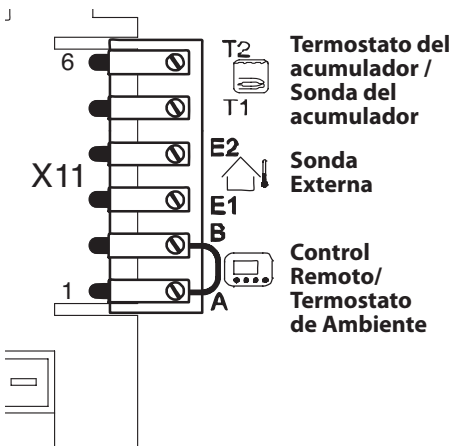

Figura 5.20
Para conectar la sonda externa use los bornes indicados en la (Figura 5.20).
Para conectar el control remoto use los bornes indicados en la (Figura 5.20).
**El puente eléctrico presente entre "A y B" debe quitarse (Figura 5.20).**